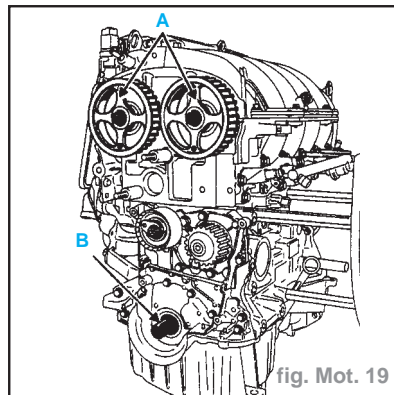

fig. Mot. 19
- Vérifier que le vilebrequin soit bien en appui sur la pigne de Point Mort Haut (la rainure **B** du vilebrequin vers le haut) (fig. Mot. 19).